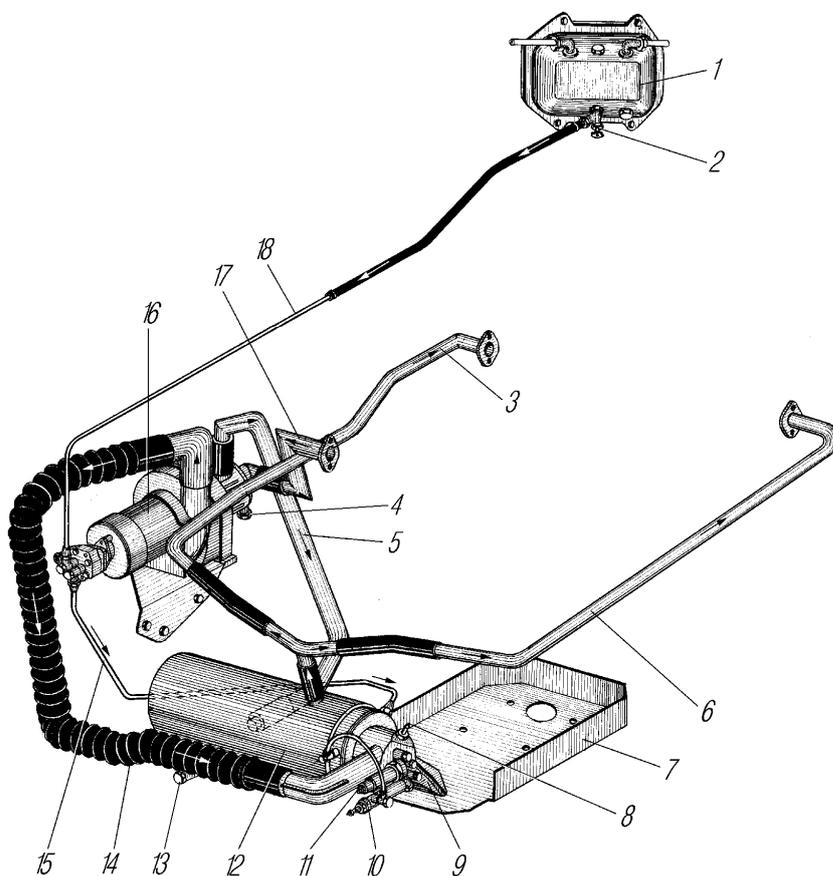

Рис. 54. Система предпускового подогрева двигателя:
- предпусковой подогреватель, состоящий из: котла 12 (рис. 54), расположенного на первой поперечине рамы автомобиля; насосного агрегата 16 (элек-
Подогреватель работает следующим образом. Топливный насос забирает топливо из бачка подогревателя и под давлением при открытом электромагнитном клапане впрыскивает его через форсунку в горелку, где распыленное топливо смешивается с воздухом, воспламеняется и сгорает, нагревая в котле жидкость. Под действием насоса жидкость циркулирует по трубопроводам, по блоку в направлении, показанном стрелками на рис. 54.